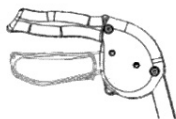

Fig. 5
1. Tirez les poignées de frein vers le haut jusqu'à ce qu'elles soient relâchées, comme indiqué sur la figure 5.